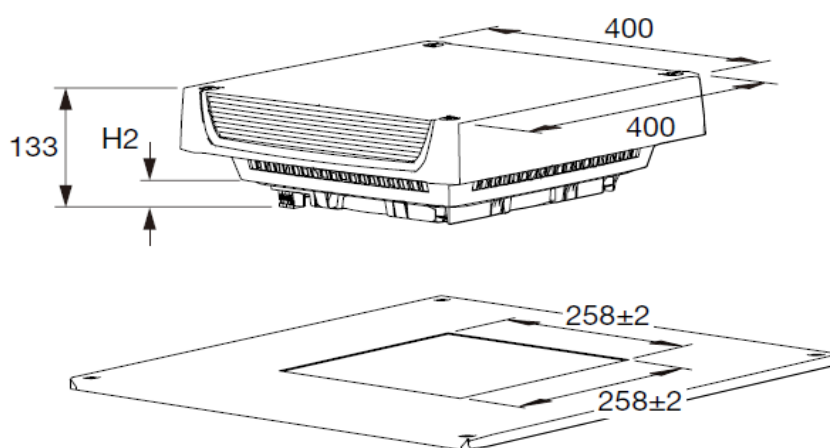

рис. 1
2.1. Конструктивно устройство представляет собой осевой вентилятор с установленной на нем решеткой и сменным фильтром (рис. 1). В двигателях вентилятора используются высококачественные шарикоподшипники с длительным сроком службы 50 000 часов.